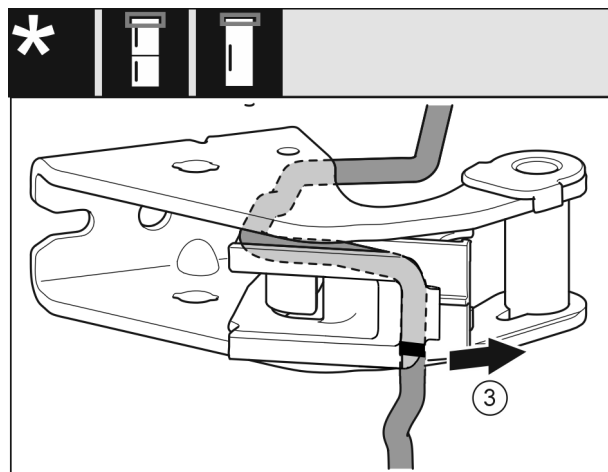

Fig. 18
- ▶ Демонтирайте кабела с кабелния държач от лагерната опора. Fig. 18 (3)